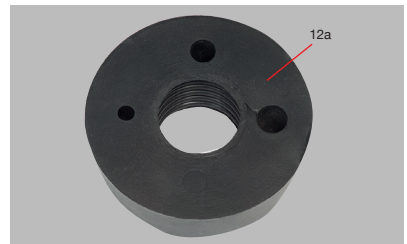

Abb. 7 Keilgummidichtung Wasser mit LWL-Durchführung
- Die dem Rohrdurchmesser entsprechenden Sollbruchstellen an den Überwurfverschraubungen (11) öffnen und entgraten.
- Die Keilgummidichtung (12a) für optionale LWL-Verlegung Abb. 7 für Ø 7, 10 oder 12 mm sind im Lieferzustand einseitig verschlossen und werden nach Bedarf beim Einschleiben des jeweiligen LWL-Schutzrohres mit einem scharfen Messer geschlitzt und geöffnet.